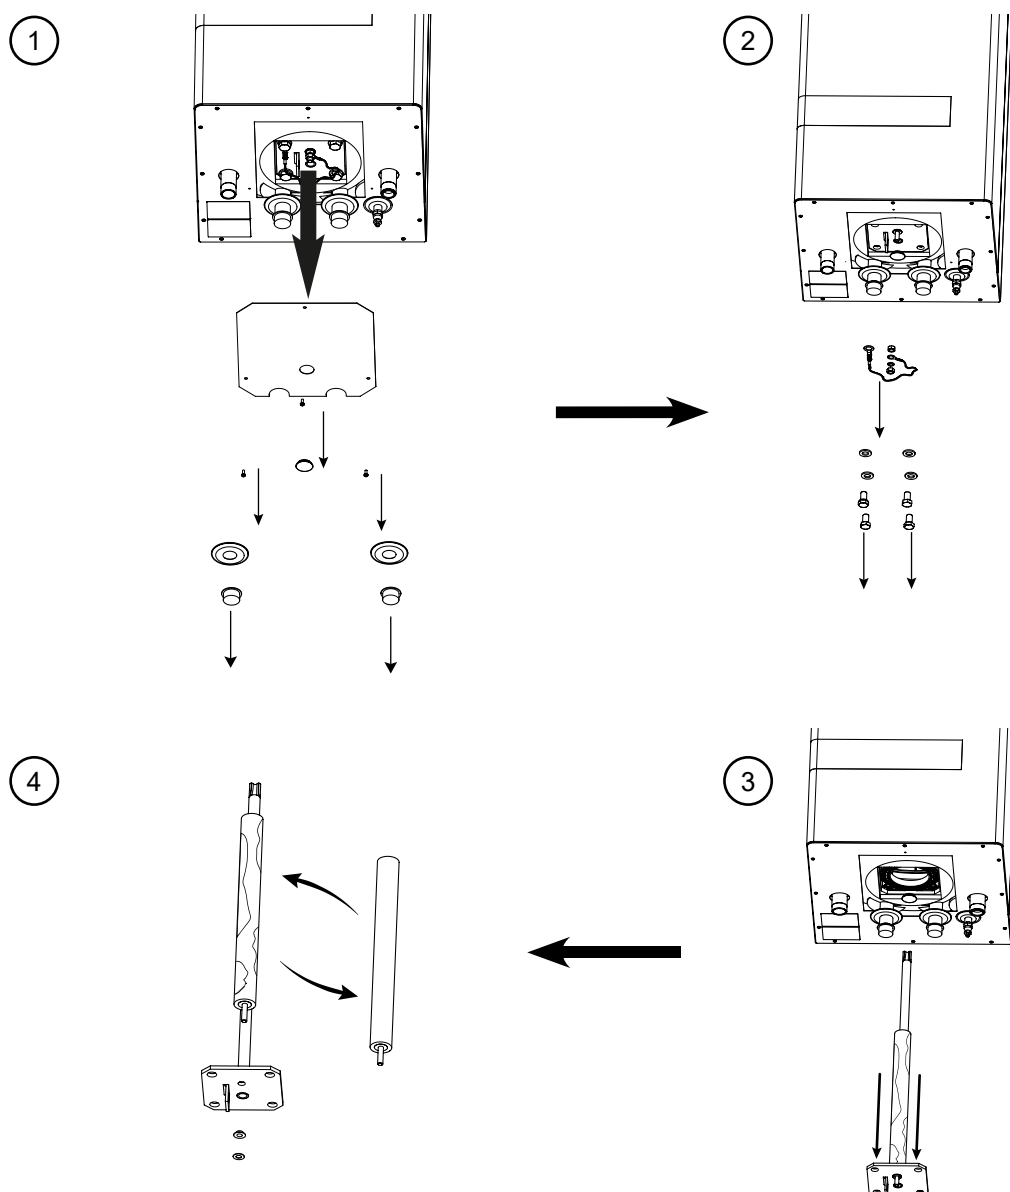

Fig.20 Udskiftning af magnesiumanode i QM 60.
3. Afmontere kabinetets dæksel (Fig. 20 position 1).
4. Løs de fastgørende bolte på beholderens bundflange (Fig. 20 position 2).
5. Fjern jordkablet fra anoden (Fig. 20 position 2).
6. Løs holdemøtrikken på anodens holder og fjern spændeskiven fra holderen (Fig. 20 position 2).
7. Fjern forsigtigt beholderens dækflange med den monterede anode og følerlomme (Fig. 20 position 3).
8. Afmontere anoden fra bundflangen (Fig. 20 position 4).
9. Udskift magnesiumanode med en ny (Fig. 20 position 4).